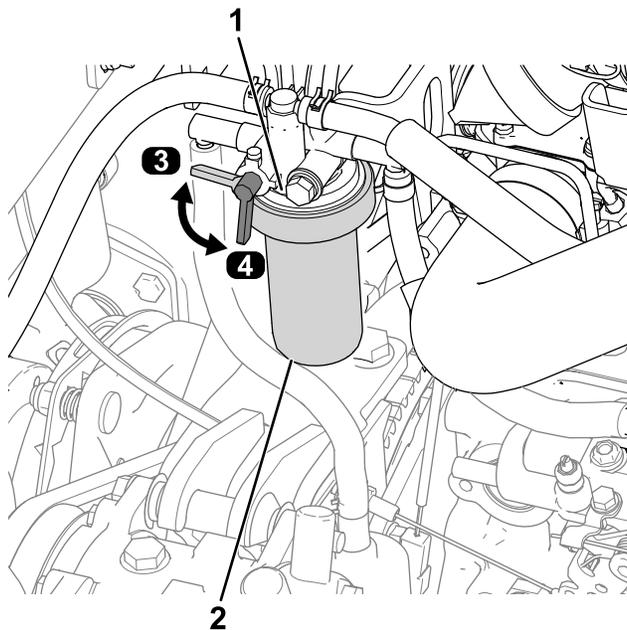

図 59
1. 燃料バルブのレバーを OFF 位置に回す 図 59。
2. 燃料フィルタのヘッドの周囲をきれいに拭く 図 59。
3. フィルタを外してフィルタヘッドの取り付け部をきれいに拭く 図 59。
6. 燃料バルブのレバーを ON 位置に回す 図 59。